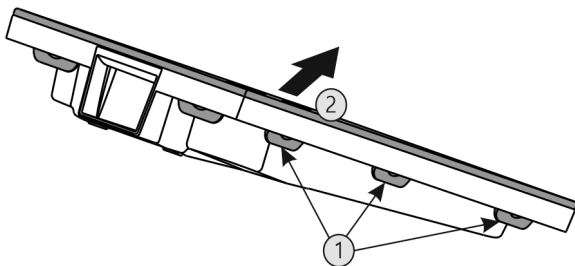

Fig. 41
- ▶ Alle Laschen Fig. 41 (1) nacheinander drücken und die Abdeckung Fig. 41 (2) entnehmen.